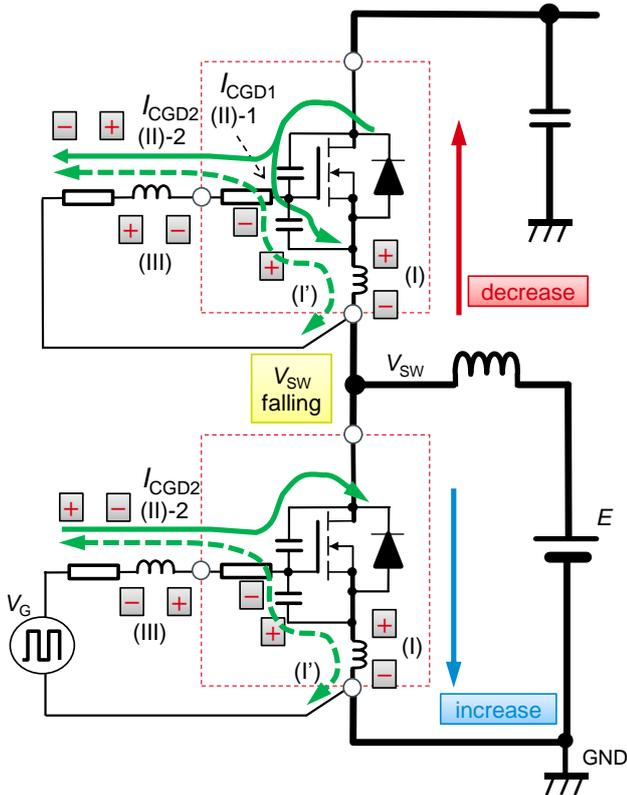

Figure 5. LS 턴온 시의 게이트 신호 전류동작
이 일련의 스위칭 동작에서 HS 측 및 LS 측 MOSFET 의 V_{DS} 및 b 의 변화에 기인하여 다양한 게이트 전류가 흐르고, 그것이 인가신호 V_G 와는 다른 V_{GS} 변화로 나타납니다. 이런 다양한 게이트 전류를 Figure 5 에 나타냈습니다. 그림 중 (I), (I'), (II), (III)는 V_{GS} 가 변화하는 개별현상을 나타낸 것입니다.
Figure 4 에 나타난 것처럼 V_{DS} 가 변화하면 C_{GD} 에 전류(I_{CGD})가 흐릅니다. 이 전류는 Figure5 에 나타나듯이 C_{GS} 측에 흐르는 전류(I_{CGD1}: (II)-1)와 게이트 회로측에 흐르는 전류(I_{CGD2}: (II)-2)로 나뉩니다. 변화 시작시는 게이트 회로 측의 임피던스가 크고, I_{CGD} 는 대부분 C_{GS} 측에 흐르며, 이 때 I_{CGD1} 은 식 (1)과 같이 됩니다.
LS 턴온 시에는 우선 I_D 가 변화합니다(Figure 3-T1). LS 측, HS 측 모두 db/dt>0 입니다. 그 때문에 현상 (I)에 의해 Figure5 에 나타난 극성에서 기전식 (2))이 발생합니다. 이때 흐르는 전류는 C_{GS} 를 소스측을 + 로써 충전하기 때문에 LS 에서는 V_{GS} 를 억제하는 한편 HS 에서는 V_{GS} 가 마이너스 측으로 당겨져 마이너스 surge 로써 보입니다.
I_D 의 변화가 끝나면 LS 측의 V_{GS} 전위가 감소합니다 (Figure 3-T2). 따라서 식 (1)에 의한 전류가 Figure 5 중의 (II)-1, (II)-2 와 같이 흐르며 각각 다음 식으로 나타나는 전압상승이 V_{GS} 에서 일어납니다.
Figure5 에 제시한 바와 같이 HS 측에서 (II)-2 의 전류 I_{CGD2} 는 V_{GS} 를 끌어올리는 방향으로 되어 있습니다. 그 때문에 본래 오프하고 있어야 할 HS 측은 V_{GS} 의 상승 정도에 따라서 턴온 동작을 시작하여(셀프 턴온), LS 측의 on 동작과 겹쳐 상하 MOSFET 의 동시 온이 발생해 관통 전류가 흐릅니다.
I_{CGD2} 는 턴온 동작이 완료될 때까지 계속 흘러 L_{TRACE} 에 축적되지만 V_{SW} 변화가 완료된 시점에서 소멸되며, L_{TRACE} 가 Figure 5 와 같이 기전됩니다. 이것이 현상(III)입니다. I_{CGD2} 는 R_{G_EXT} 등의 스위칭 조건에 의해 수 암페어에 이를 수 있으며 기전이 커질 수 있습니다.
결과적으로 게이트 전압의 움직임은 Figure 6 과 같이 됩니다. 그림 중 Figure 5 와 같은 현상을 나타내고 있습니다. 덧붙여 그림 중 V_{GS} 의 점선은 이상적인 전압파형을 나타내고 있습니다.